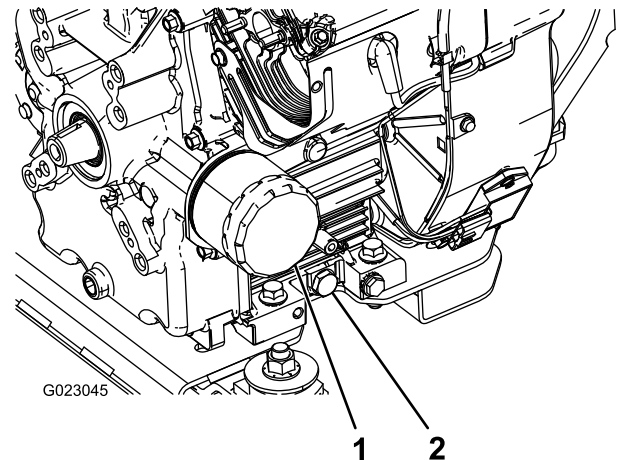

Bild 41
5. Nehmen Sie die Ablassschraube ab (**Bild 41**).
2. Entfernen Sie den Ölfilter (Bild 41).
5. Setzen Sie den Ersatzölfilter auf den Anbaustutzen auf. Drehen Sie den Ölfilter nach rechts, bis die Gummidichtung den Filteradapter berührt. Ziehen Sie ihn dann um eine weitere halbe Umdrehung an (Bild 41).